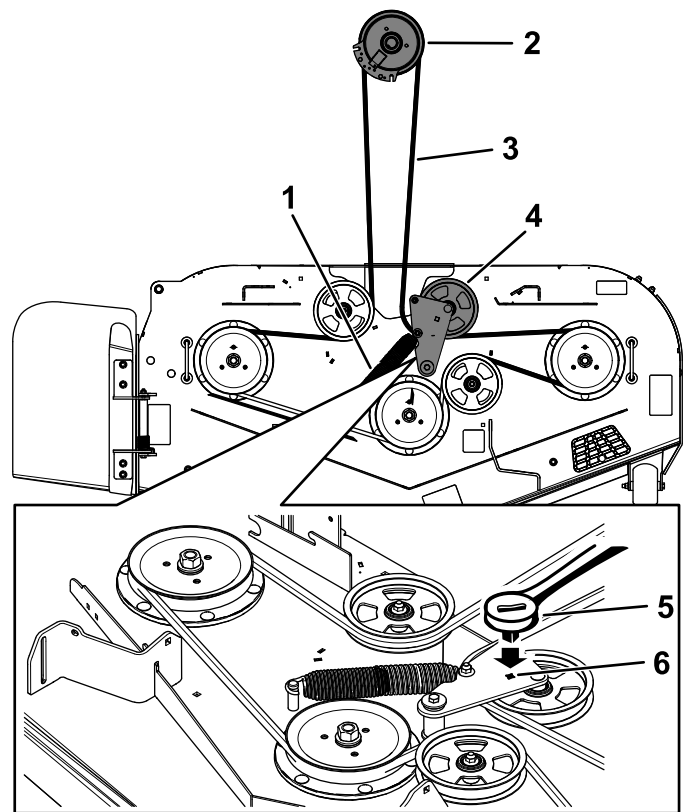

Figura 76
5. Utilice una llave de carraca de $\frac{3}{8}$ " en el orificio cuadrado del brazo tensor para aliviar la tensión del muelle tensor (Figura 76).
7. Instale la guía de la correa en el brazo tensor tensado con muelle (Figura 76).
9. Pase la correa nueva alrededor de las poleas del cortacésped y de la polea del embrague, debajo del motor (Figura 76).
10. Instale la guía de la correa en el brazo tensor (Figura 76).
11. Utilizando la llave de carraca de $\frac{3}{8}$ " en el orificio cuadrado, instale el muelle tensor (Figura 76).